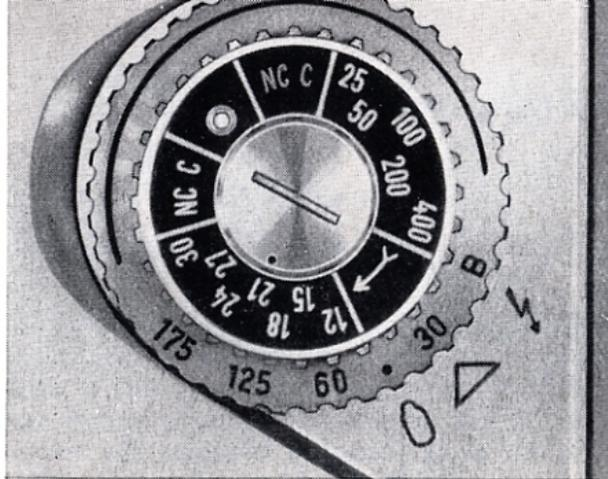

Fig. 30
L'EXA I possède une prise flash (8) synchronisée; suivant la position de la bague des vitesses (14) = point rouge, face au symbole (⊙) (fig. 30) = vitesse $1/30$ de sec. réglage valable pour les lampes usuelles à courte durée de combustion.